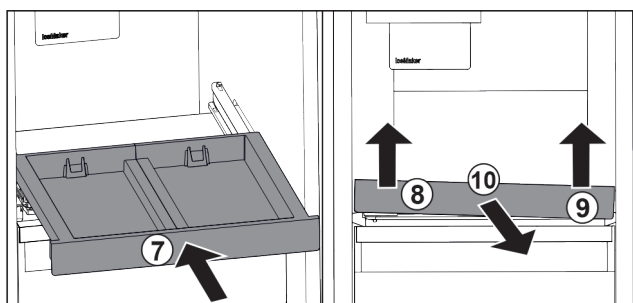

Fig. 24
- ▶ Zasuňte vysouvací přihrádku. Fig. 24 (7)
- ▶ Vysouvací přihrádku vpředu vlevo nadzvedněte. Fig. 24 (8)
- ▶ Vysouvací přihrádku vpředu vpravo nadzvedněte. Fig. 24 (9)
- ▶ Odeberte vysouvací přihrádku směrem dopředu. Fig. 24 (10)